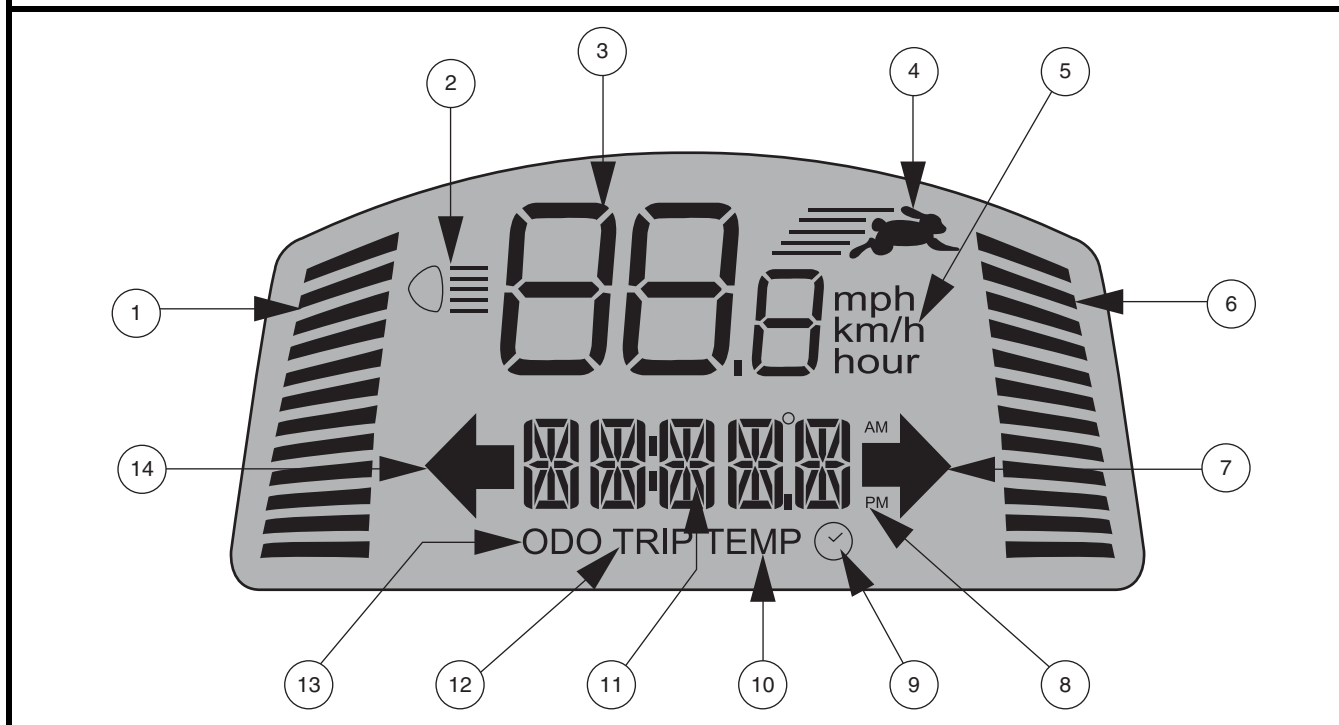

Figura 4. Schermo LCD
- Premere una volta il pulsante **High-Low** per impostare la velocità sulla regolazione alta. L'indicatore High-Low viene visualizzato sullo schermo LCD. **Vedere figura 4.** L'uso di questa impostazione insieme ai pulsanti di regolazione della velocità consente allo scooter di raggiungere la velocità massima pre-programmata.
Questi pulsanti di regolazione consentono di pre-selezionare e limitare la velocità dello scooter. Questa è indicata nell'apposito indicatore di velocità massima sullo schermo LCD. **Vedere figura 4.**
NOTA: Maggiore è il numero delle barre illuminate all'interno dell'indicatore di velocità massima, maggiore sarà la velocità massima pre-selezionata. Vedere figura 4.
Il pannello di controllo LCD offre comode informazioni intuitive tramite lo schermo LCD. **Vedere figura 4.** Lo schermo LCD si utilizza anche per l'attivazione delle diverse impostazioni del pannello di controllo. **Vedere grafico 1.**